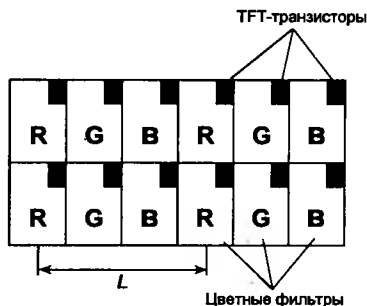

Рис. 2. Расположение ячеек на экране
Напряжением выравнивания управляет полевой транзистор Q1, расположенный в правом верхнем углу каждой ячейки (рис. 2). Когда напряжение на затворе (G) отрицательно относительно истока (S), транзистор Q1 закрыт, напряжения выравнивания нет, и молекулы жидких кристаллов ориентированы так, что свет беспрепятственно проходит через них. Если напряжение на затворе Q1 положительно относительно истока, транзистор открыт, возникает напряжение выравнивания, молекулы жидких кристаллов ориентируются перпендикулярно световому потоку и закрывают его.